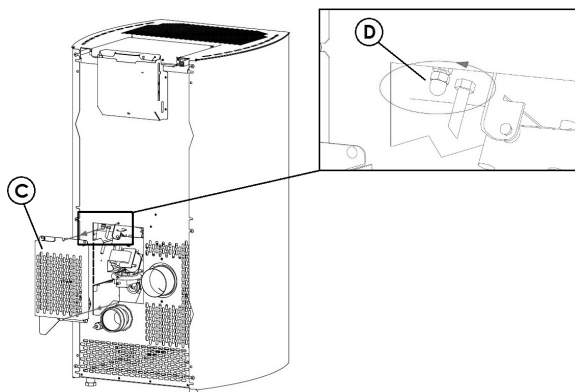

Fig. 75 - Extracción del cárter
- Afloje los 4 tornillos traseros (ver **Fig. 75**).
- Afloje los 6 tornillos traseros (ver **Fig. 75**).